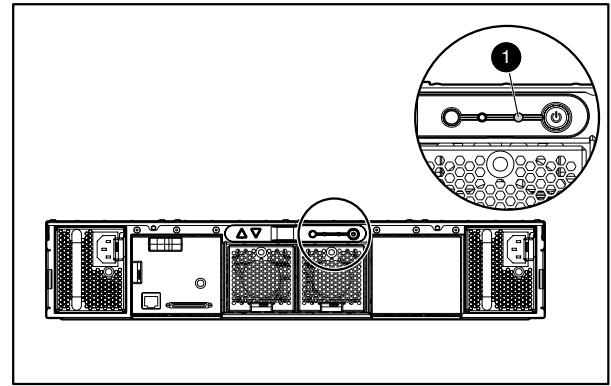

Figure 2 MSA20のエンクロージャ障害インジケータ
- MSA20では、エンクロージャの障害インジケータをチェックしてください。Figure 2を参照してください。インジケータが黄色であることを確認します。